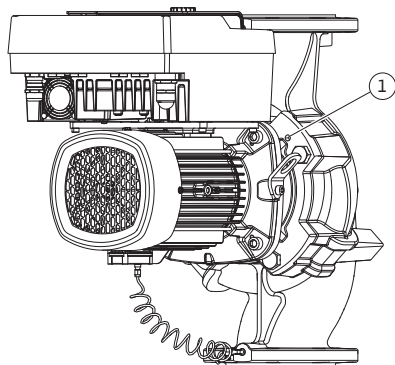

Fig. 104: Izbacivanje utičnog sklopa preko navojnih otvora
12. Za tip pumpe (Fig. III, IV) otpustiti zavrtnje na poz. 29. Koristiti dva susedna navojna otvora (Fig. 104, poz. 1) i odgovarajuće zavrtnje (npr. M10 x 25 mm) koji su obezbeđeni na objektu. Istisnuti utični sklop iz kućišta pumpe.